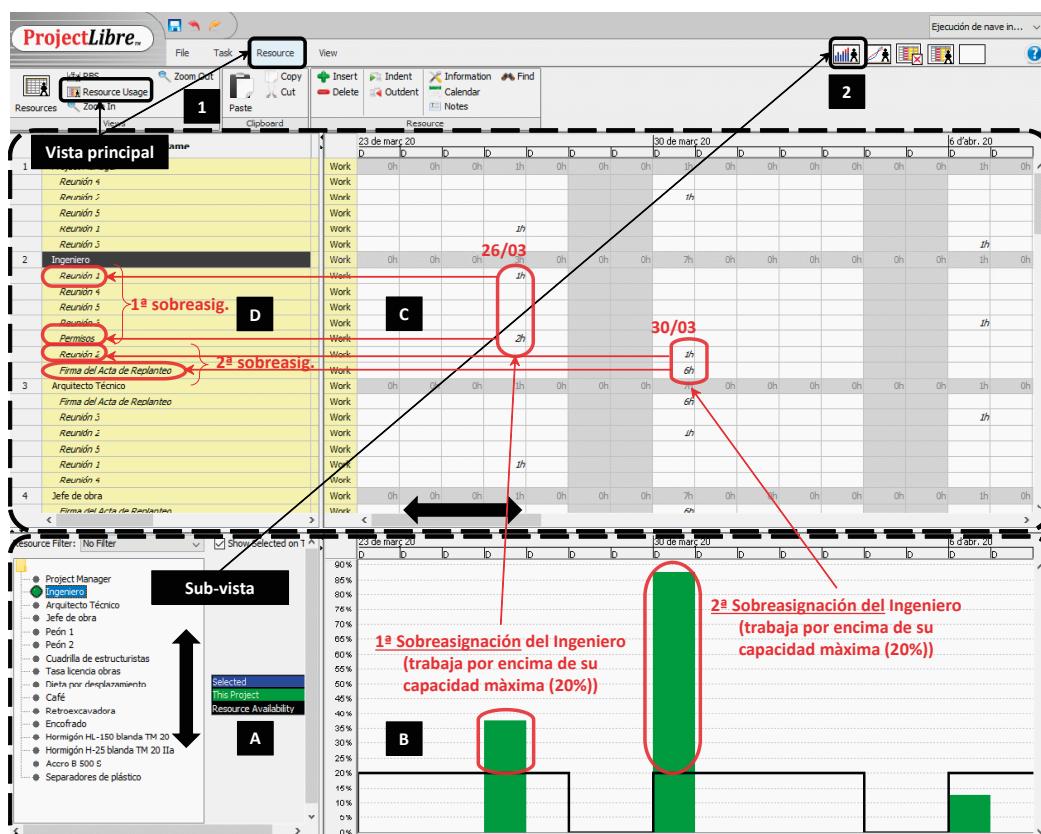

Figura 62.
2) *Vista combinada Uso de recursos - Histograma*. Permite dividir el panel del ProjectLibre en dos paneles, uno superior donde se visualiza el uso de recursos con la vista detallada en el calendario (hora a hora y en qué tareas) y, uno inferior, donde se visualiza el Histograma. Para acceder a esta vista, desde la vista Uso de recursos **1**, es necesario clicar en la subvista Histograma **2** (véase figura 62). La asignación de recursos se identifica de la siguiente manera: